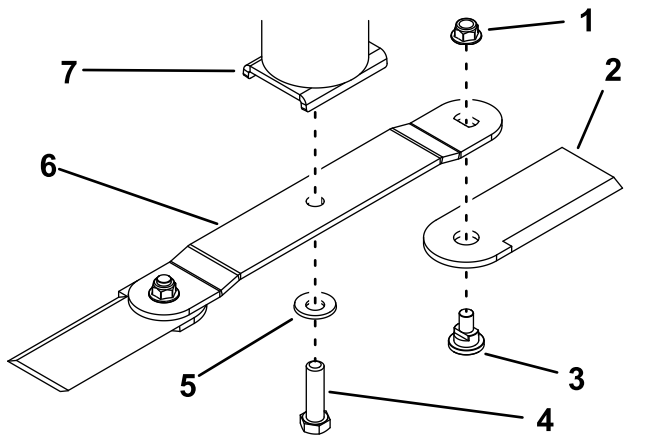

Bild 36
2. Entfernen Sie die Messerschraube, Wellenscheibe und das Schnittmesser von der Messeraufnahme an der Unterseite der Spindelwelle (Bild 36).
Feilen Sie von der Rückseite des Schnittmessers (gegenüber der Schnittkante) etwas Metall ab, wenn das Schnittmesser nicht ausgewuchtet ist (Bild 36).
1. Befestigen Sie das Schnittmesser mit der Messerschraube und der Wellenscheibe auf der Spindelwellenbaugruppe (Bild 36).
3. Wenn Sie nur die Schlegelmesser montieren, befestigen Sie die Schlegel mit der Schlegelschraube und einer neuen Mutter für jeden Schlegel am Messerende (Bild 36). Ziehen Sie die Mutter mit 103-127 N·m an.